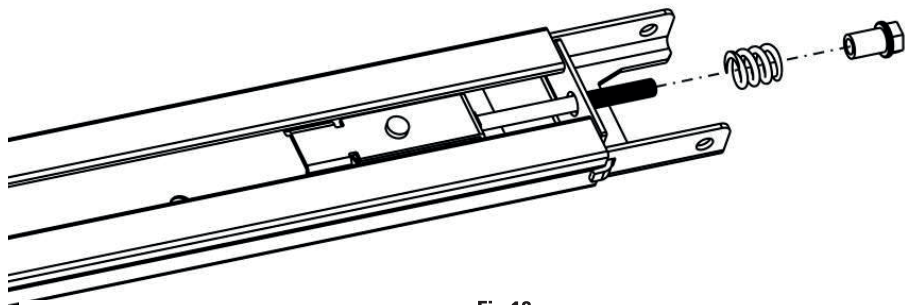

Fig.10
5. Comme Fig.10, dévisser l'écrou et le ressort ;